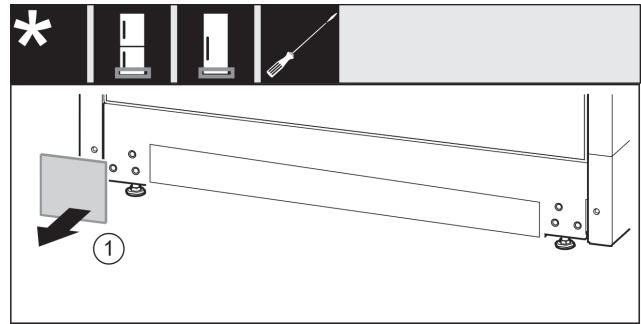

Fig. 14
- Abdeckung Fig. 14 (1) abnehmen.